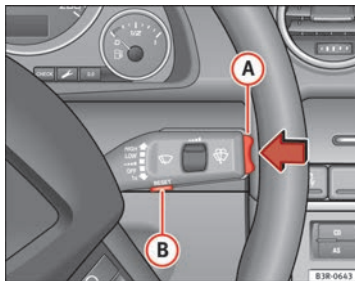

Abb. 60 Scheibenwischerhebel: Bedienelemente des Bordcomputers
Durch Drücken der Reset-Taste (B) ⇒ Abb. 60 kann zwischen den Funktionen 1 und 2 des Bordcomputers umgeschaltet werden.
Durch kurzes Drücken des Funktionswahlschalters oder der -Taste => **Abb. 60** können Sie den Fahrzeitalarm abstellen.
- Drücken Sie oben oder unten auf den Funktionswahlschalter (A) ⇒ Abb. 60. Dadurch werden die Funktionen des Bordcomputers in den jeweiligen Speicherebenen nacheinander angezeigt.